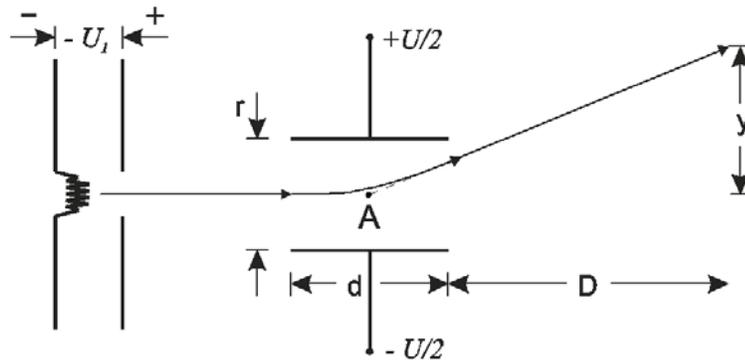

Abbildung 1.3: Skizze zu Aufgabe 2: Elektron in der Braunschen Röhre.
6. Berechnen Sie die Ablenkung eines Elektrons in der Braunschen Röhre. (siehe Abb. 1.3)